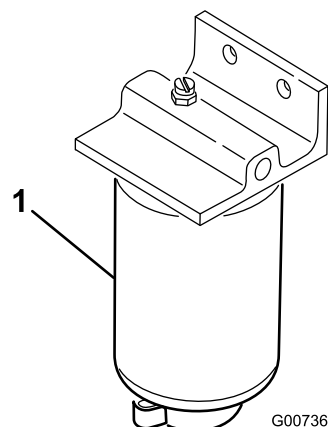

Bild 38
1. Stellen Sie einen sauberen Behälter unter den Kraftstofffilter (Bild 38).
2. Reinigen Sie den Anbaubereich der Filterbefestigung (Bild 38).